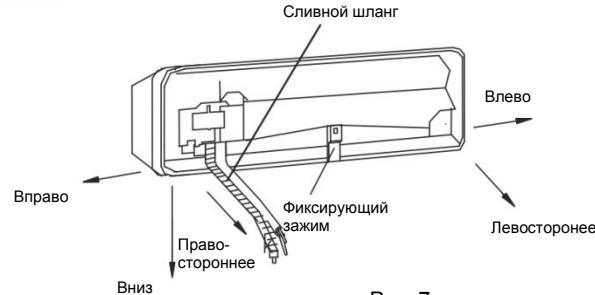

Рис. 7
1. Подсоединение правой задней трубы (аналогично правой нижней трубке) (Опционально, см. Рис.7)
Примечания: На схеме показано левостороннее расположение сливного шланга, см. Рис.7.